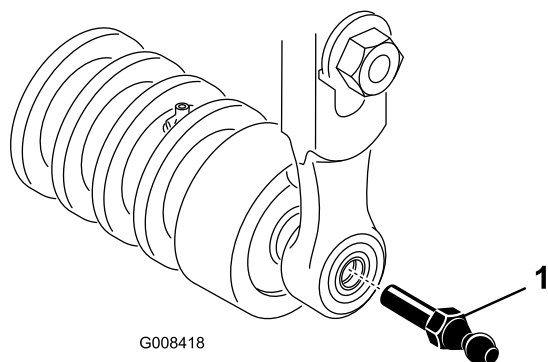

Figura 16
- Enrosque un espárrago con bola en cada extremo del rodillo delantero de la unidad de corte (Figura 16).